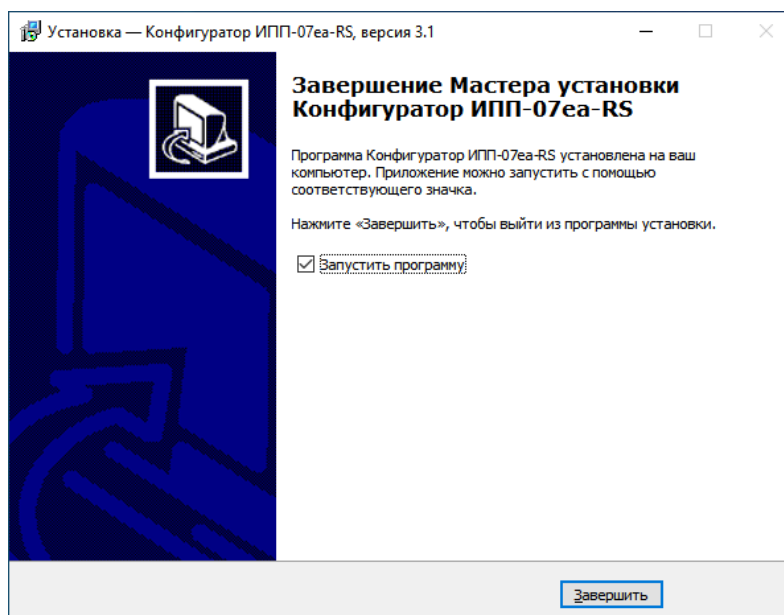

Рисунок 1.5 - Окно «Завершение Мастера установки Конфигуратор ИПП-07ea-RS»
5) По завершению установки (Рисунок 1.5) установить флаг «Запустить программу», если это необходимо, и нажать кнопку «Завершить».